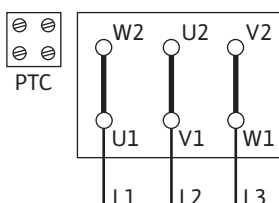
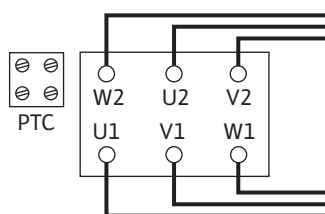

Fig. 10: Zagon Y-Δ
Fig. 11: Δ-povezava
- Omrežni priključek je odvisen od moči motorja P2, omrežne napetosti in tipa zagona. Potrebno vezavo povezovalnih mostičev v priključni omarici najdete v naslednji tabeli ter na Fig. 10 in Fig. 11.
Dotok Y-Δ (standard)	Odstranite povezovalne mostiče (Fig. 10).
Zagon preko mehkega zaganjalnika	Δ-povezava (Fig. 11)